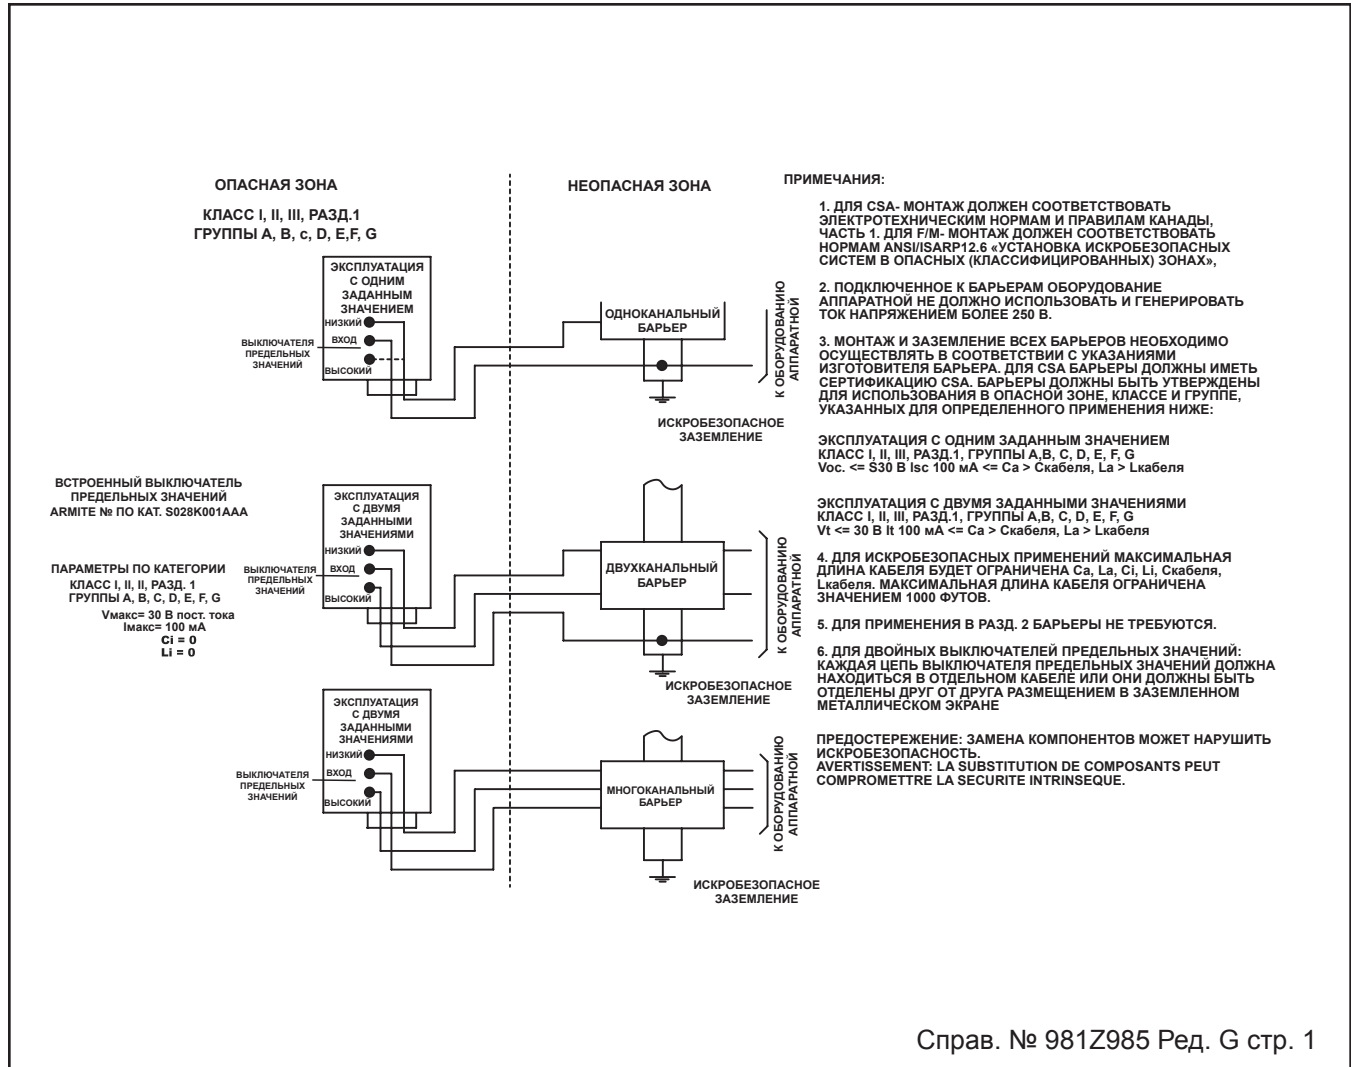

Рисунок 2-4 Монтаж герконового выключателя предельных значений с использованием барьеров искрозащиты.
- B. Для монтажа в соответствии с сертификациями FM и CSA/NRTL/C см. Рисунок 2-4 и 2-5. На системной печатной монтажной плате расположены три клеммных блока, обозначенных «Alarm Circuit» (Цепь выключателя предельных значений). Средняя клемма обозначена как «Alarm In» (Вход выключателя предельных значений). Эта клемма предназначена как для верхнего, так и для нижнего предельного значения. Для коммутации цепи подключите провода к клемме «Alarm In»: к «HI» для верхнего предельного значения и к «LO» для нижнего предельного значения. Калибр используемых проводов должен быть в диапазоне от 12 до 20 AWG. Удалите 0,75 см (0,3 дюйма) изоляции с конца провода, вставьте его в клеммный блок и закрутите винт.